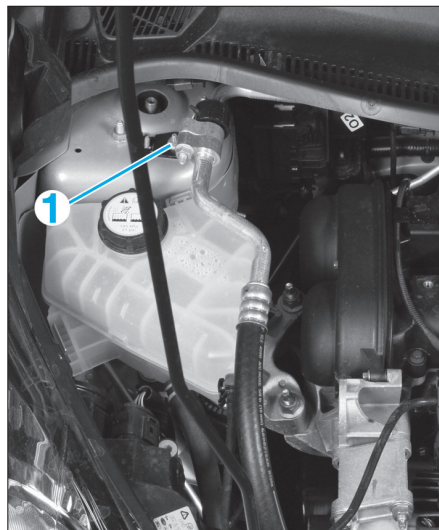

Fig. 21
- Déposer l'écrou (1) afin de pouvoir pivoter légèrement les tuyaux de climatisation (Fig.21).